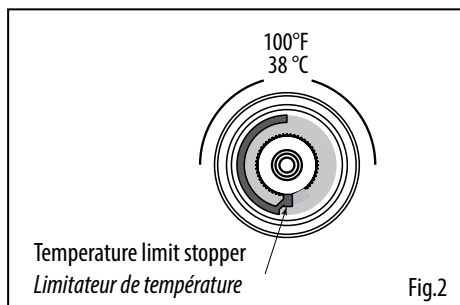

Fig.2
Avant d'installer la plaque décorative (6), visser les cylindres (1 et 2) autour de la cartouche thermostatique et de la valve du déviateur. Ensuite, insérer le limiteur de température (3) à sa position tel qu'illustrée (Fig.2).
- Once calibration is completed, reinstall the components by reversing the disassembly step as instructed in step #2. Make sure the temperature limit stopper is in a correct position as shown in (Fig.2) in step # 1.
- Une fois la calibration terminée, remonter toutes les pièces en inversant les étapes du démontage tel qu'illustré à l'étape #2. S'assurer que le limiteur de température soit à la bonne position comme montré au Fig.2 dans l'étape #1.